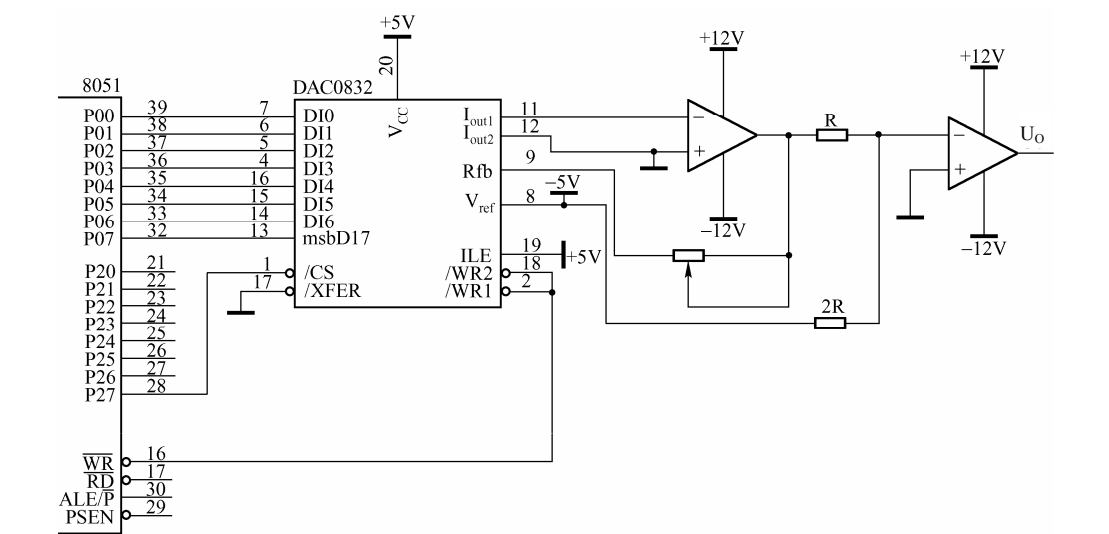

图 6.29 DAC0832 双极性输出
(2) DAC0832 双极性电压输出。在被控对象需要用到双极性电压输出时，可以采用如图 6.29 所示的接线方法。若输入数字量最高位为“0”，则输出模拟电压  $U_O$  为负；若输入数字量最高位为“1”，则输出模拟电压  $U_O$  为正；若输入数字量为 80H 时，输出模拟电压  $U_O=0V$ 。